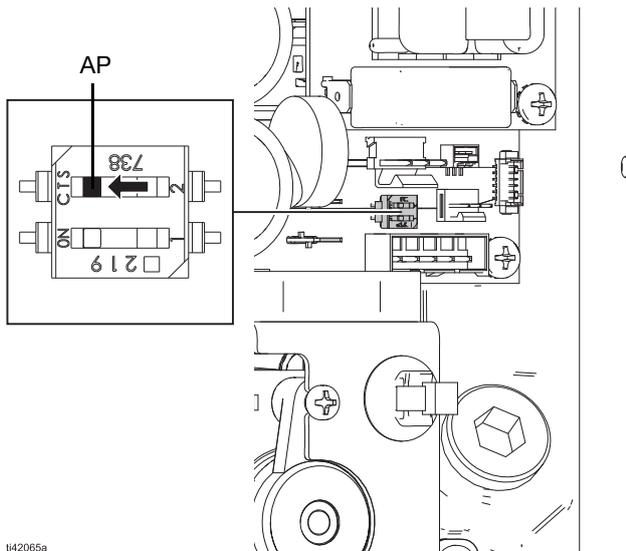

FIG. 15: Desativar o Auto-Prime
2. Localizar o interruptor de auto-prime (AP). Consultar FIG. 15 ou **Esquema elétrico** no manual do motor.
3. Empurrar o interruptor de auto-prime (AP) para a posição esquerda (desligado).